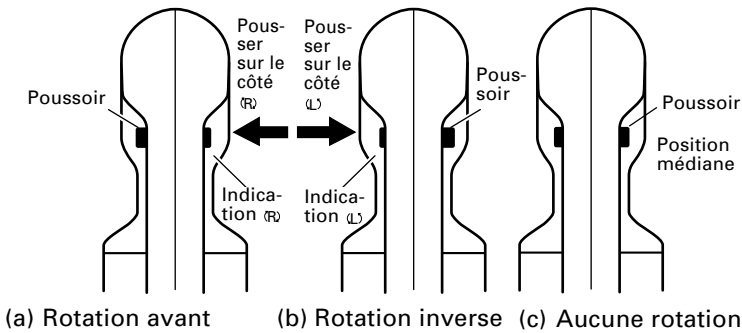

Fig. 11 Schéma, côté poignée
6. Vérifiez la direction de rotation de la mèche (Fig. 11)